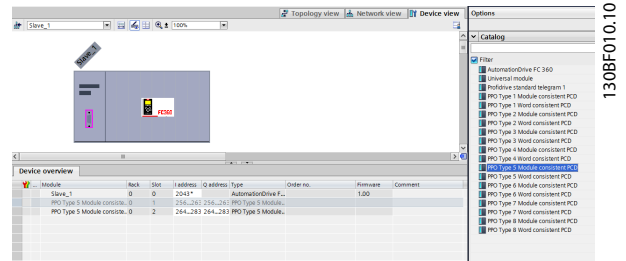

Рисунок 3.7 Перетаскивание PPO типа 6 (согласование по слову) в первое гнездо
- Настройте данные периферийных входов и выходов. Настройки данных в периферийной области передаются циклически через разные типы PPO. Перетащите PPO типа 6 (согласование по слову) в первое гнездо, см. *Рисунок 3.7.* Подробнее о типах PPO см. *глава 4 Управление.*